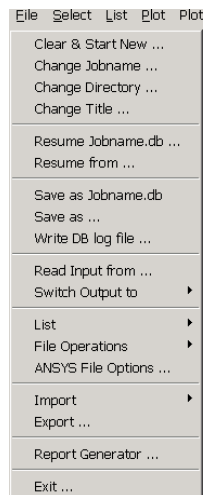

图1.4 【File】菜单
- **【File】菜单**：主要主文件的读写和模型数据库的相关操作，如图 1.4 所示。例如：**【Change Jobname】**命令用于改写工程名称；**【Save as Jobname.db】**用于存储数据库；**【Read Input from..】**用于读取命令流文件等。